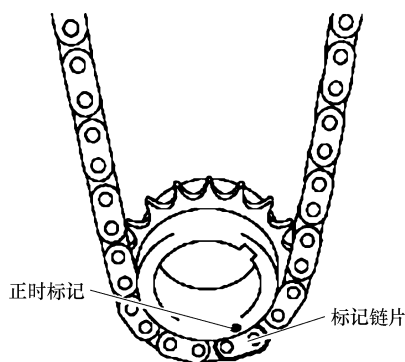

图 24-52 安装 1 号正时链条并对齐标记
② 按照图 24-52 所示,把 1 号正时链条上的橙色标记链片与曲轴正时齿轮上的正时标记对齐。将正时链条安装到曲轴正时齿轮上。